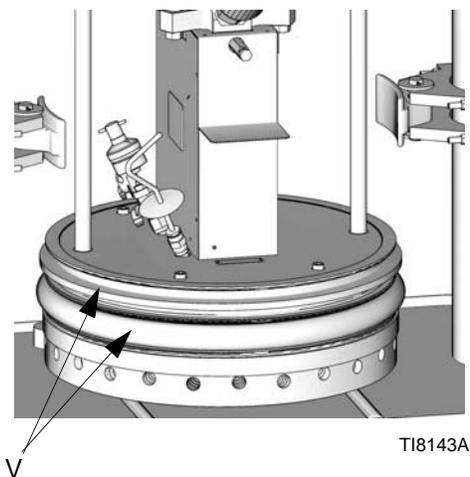

ABB. 22 Abstreifringe
1. Zum Austausch eines verschlissenen oder beschädigten Abstreifrings (V) die Folgeplatte aus dem Fass heben. Darauf achten, dass die Vorsichtsmaßnahmen und Warnhinweise befolgt werden. Schritt 1 bis 7 unter **Fasswechsel** auf Seite 36 ausführen. Anweisungen zum Austausch der T-Abstreifer finden Sie in der Betriebsanleitung 309196. Siehe ABB. 22: